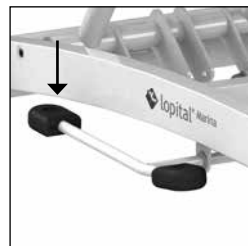

Abbildung 7 Nach oben bewegen.
- Die Liege bewegt sich durch ruhiges und gleichmäßiges Drücken des langen Stücks des Fußpedals nach oben (Siehe Abbildung 7).